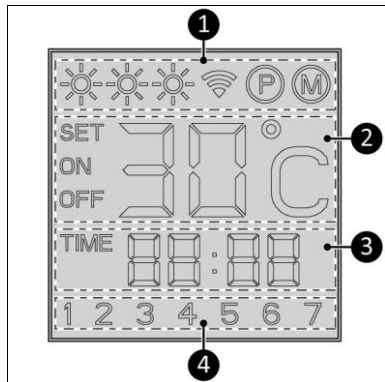

Abbildung 4
Statusanzeige (Abbildung 4, Pos. 1):
- Das "M" zeigt an, dass eine manuelle Temperaturanzeige (Abbildung 4, Pos. 2):
Temperaturanzeige (Abbildung 4, Pos. 2):
Zeitangabe (Abbildung 4, Pos. 3):
Tagesanzeige (Abbildung 4, Pos. 4):